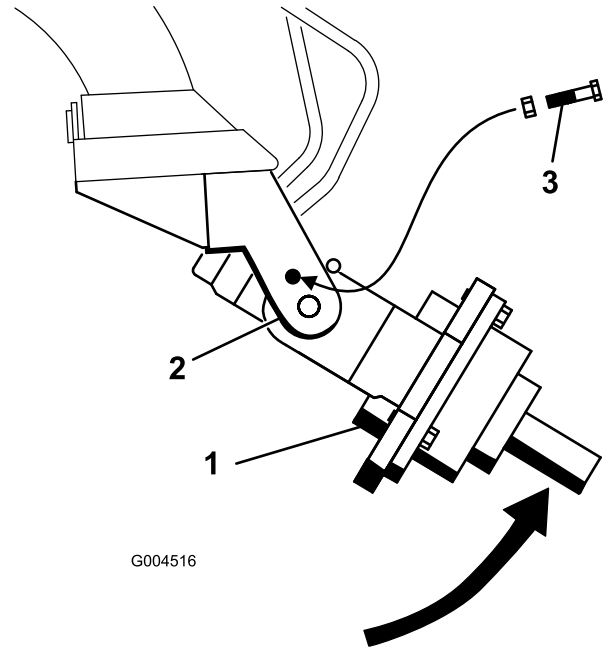

Figura 5
5. Ruotate manualmente la testata motrice della trivella verso l'alto, fino a quando non potete far scorrere un bullone ($\frac{1}{2}$ " x $2\frac{1}{2}$ ") nel foro del braccio della base anteriore, fissando la testata motrice. Serrate senza stringere il bullone con un dado ($\frac{1}{2}$ ") come mostrato nella Figura 5.
3. Ruotate manualmente la testata motrice della trivella verso l'alto, fino a quando non potete far scorrere un bullone ($\frac{1}{2}$ " x $2\frac{1}{2}$ "") nel foro del braccio della base anteriore, fissando la testata motrice. Serrate senza stringere il bullone con un dado ($\frac{1}{2}$ "") come mostrato nella Figura 5.